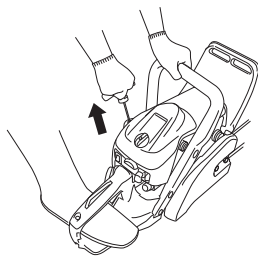

Fig. 16
- Tire enérgicamente del arrancador de retroceso, tomando la precaución de mantener el asidero bien sujeto para evitar que salte de la mano. (Fig. 16)
- Tire de nuevo el arrancador de retroceso con fuerza de la misma manera antes mencionada. (Fig. 16)